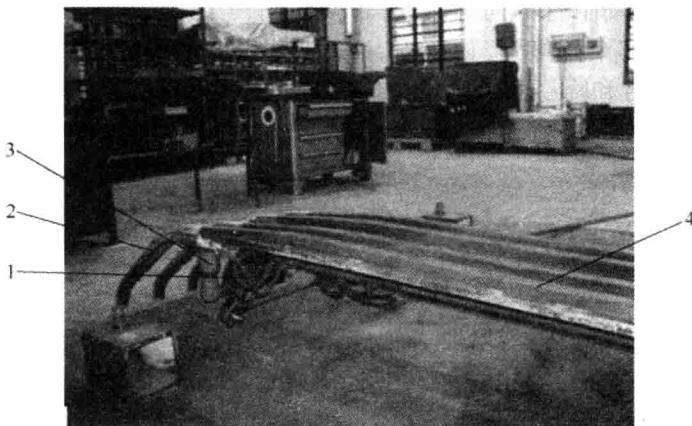

图1-1-3 受电弓的集电头
- (1) 检查滑板有无磨损和裂纹。有裂纹或局部磨损剩余厚度为2~3 mm的滑板要及时更换。
- (2) 在安装新滑板时滑板和弓角必须符合要求。
- (3) 安装时要用预先装配好和调整过的集电头。
- (4) 检查所有集电头部件是否损坏,受电弓的集电头如图1-1-3所示。